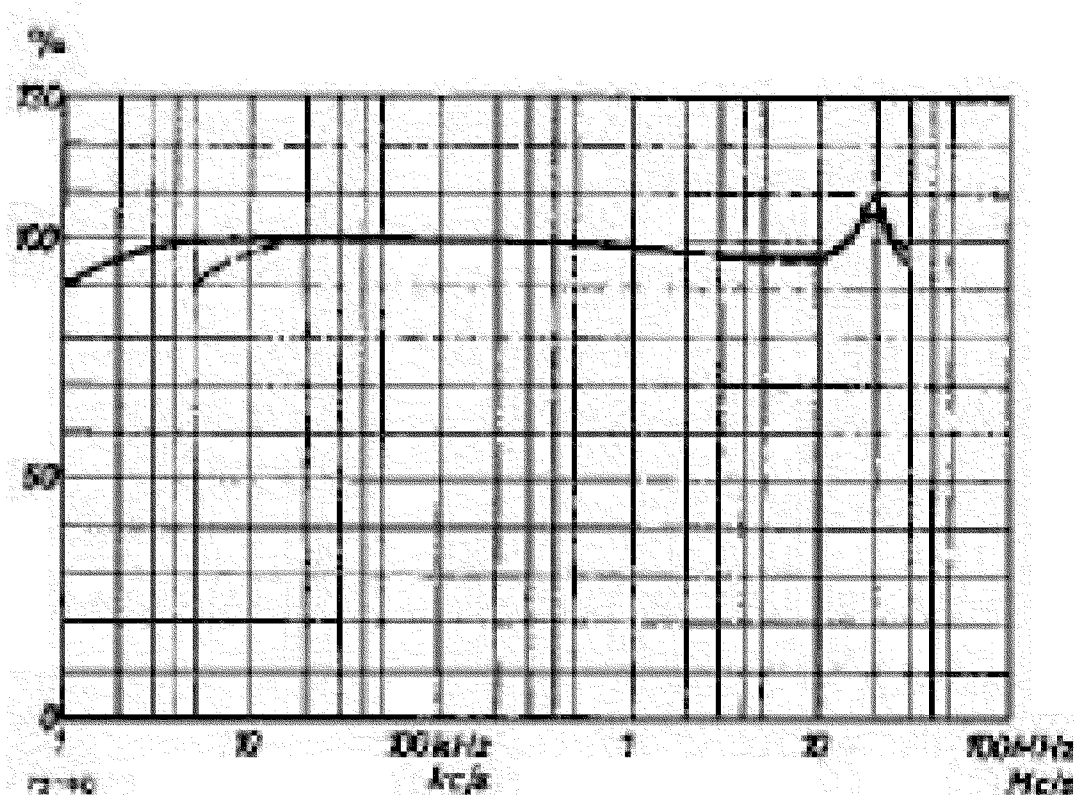

Fig. 1
In fig. 1 is de frequentiekenarakteristiek weergegeven bij het gebruik van de directe ingang (stand „3 mV“, frequentiegebied 1 kHz — 30 MHz) en bij het gebruik van de verzwakker-ingang (stand „30 mV — 1 kV“, frequentiegebied 5 kHz — 30 MHz).
- d. **Frequentiekarakteristiek** — De maximale afwijking ten opzichte van de gemiddelde frequentiekarakteristiek (fig. 1) is bij gebruik van de directe ingang < 4% en bij gebruik van de verzwakkingang < 5%.